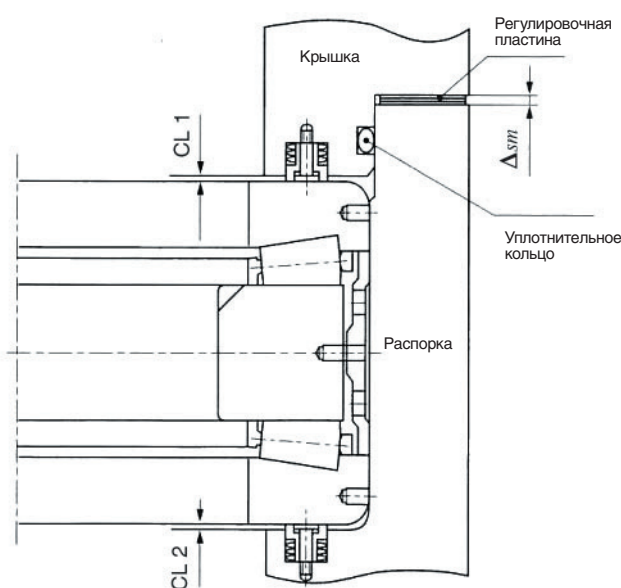

Рис. 3.44 Сборка с пружинами преднатяга
- (7) Снимите крышку и установите набор регулировочных пластин (Asm) на крышку.
- (8) При помощи оправки снимите подшипник с распорки, установите пружину преднатяга и соберите подшипник в распорку.
- (9) Установите уплотнительное кольцо и пружину на крышку и установите крышку на распорку.
- (10) Затяните болты крышки требуемым моментом.
- (11) После сборки убедитесь в том, что $CL1 + CL2 = 0,5 \text{ мм}$. (**Рис. 3.44**)